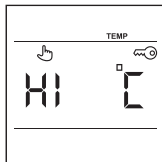

Рис. 9
– перегрева поверхности выше +45 °С. На дисплее появиться соответствующая информация (рис. 9). Обогрев будет отключен.